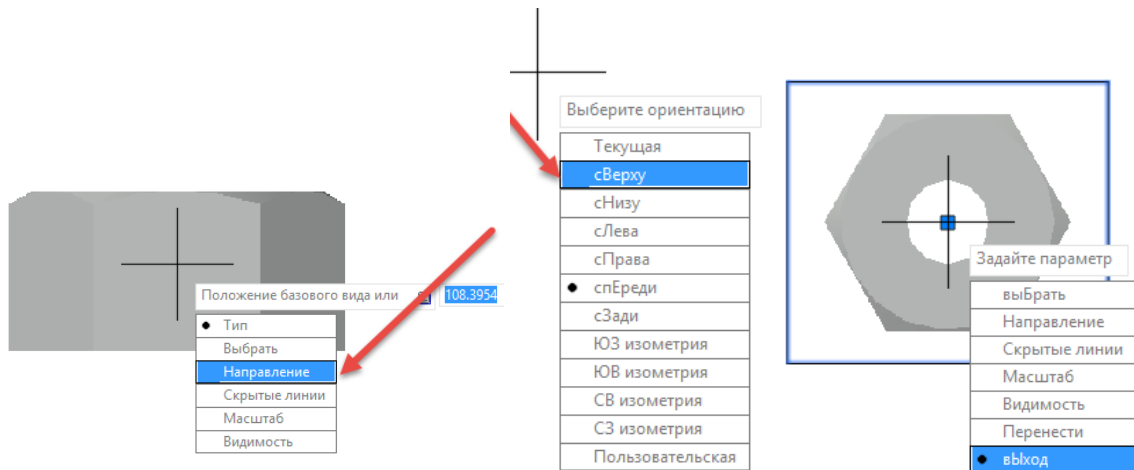

Рис. 3.16. Создание вида сверху
*Положение базового вида или:* воспользовавшись контекстным меню (вызванным щелчком правой кнопки мыши), из списка опций выберите **Направление** (рис. 3.16).